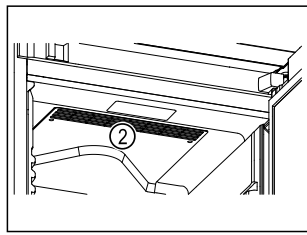

Fig. 62
- Тримати відкритою вентиляційну щілину Fig. 62 (2) вентилятора циркуляційного повітря у внутрішній камері.